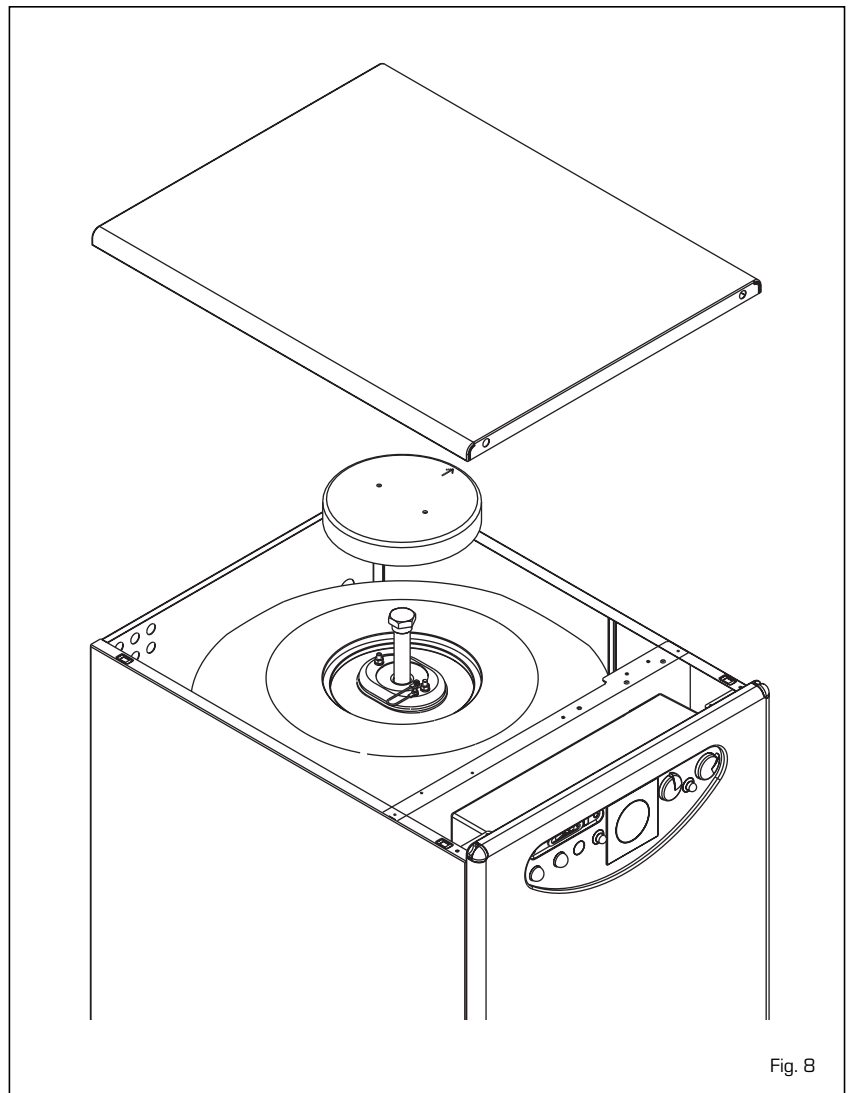

Fig. 8
3.3.2 Anodo de protección acumulador [fig. 8]